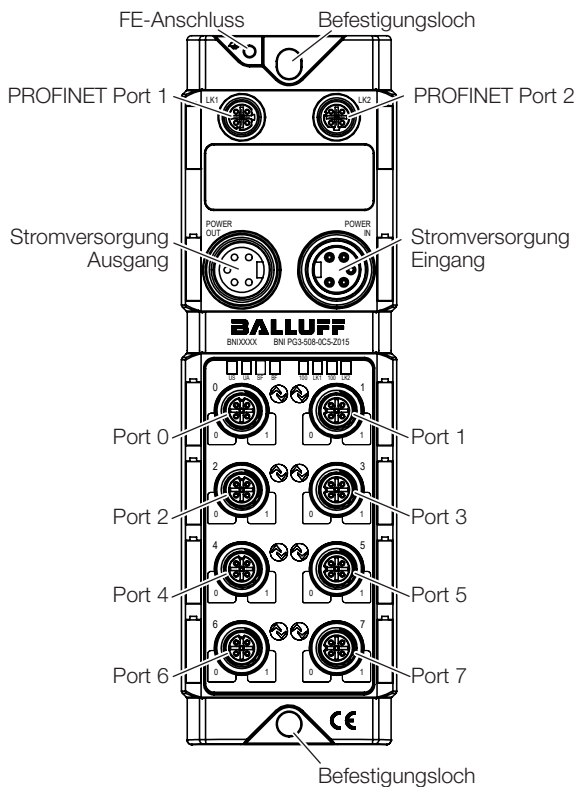

Bild 4-2: Geräteübersicht
- Das Modul mit 2 M6-Schrauben und einem maximalen Anzugsdrehmoment von 3 Nm unter Verwendung der Befestigungslöcher (siehe Bild 4-2 auf Seite 7) befestigen.